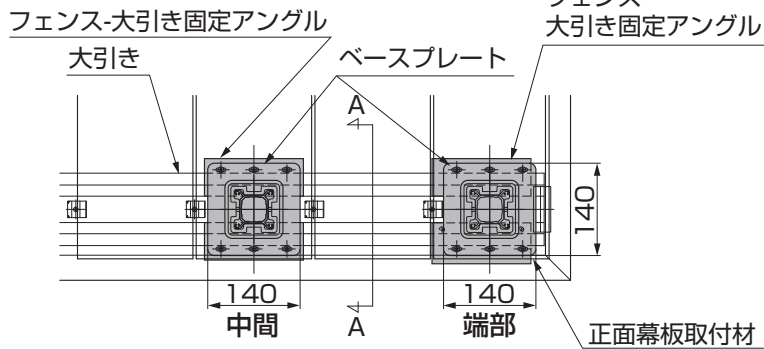
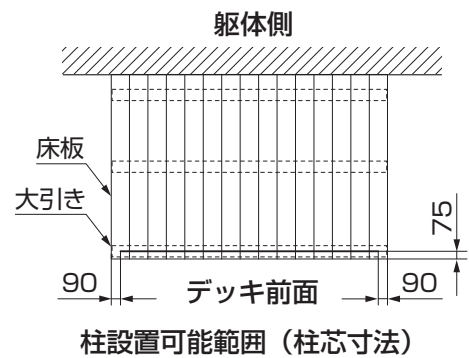
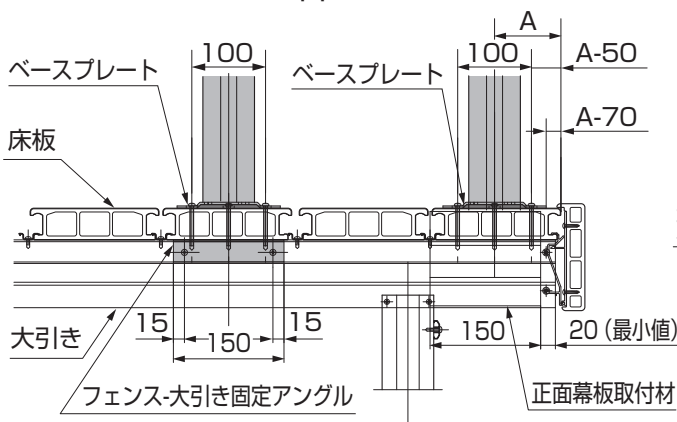
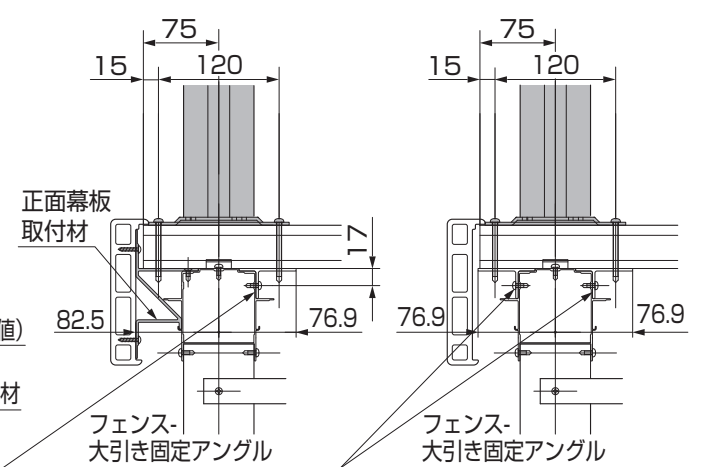

図4-7
図4-8
図4-9
図4-10 A-A矢視図
- デッキの中間部に立てる場合、端部に立てる場合には、図4-7、図4-8、図4-9、図4-10を参照して取付けてください。
- 図4-9のA寸法値の最小値は90mmです。
- 図4-9のA寸法の最大値は、フェンス-大引き固定アングルに手が届く約400mmの範囲内で自由に設定することができます。
②ネジ位置をマーキングしてください。
③マーキングした床板に、φ5.5の下孔をあけてください。(※1)
④大引きにフェンス-大引き固定アングルを、【4-1】で取付けてください。
⑤ベースプレートを【4-2】で、床板の下の幕板固定金具またはフェンス-大引き固定アングルまで取付けてください。